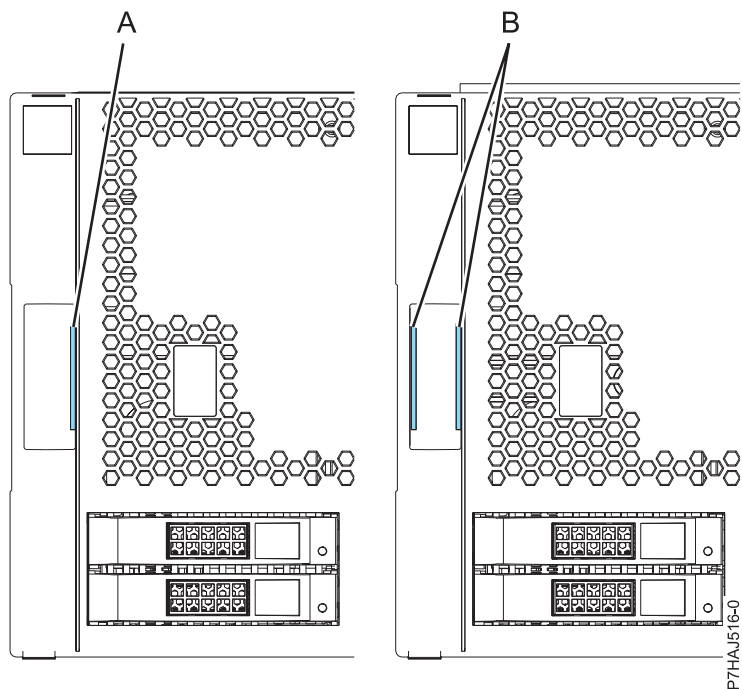

Figure 4. Identification des capots anciens et nouveaux
**Remarque :** Les anciens capots (expédiés avant le 1er mars 2011) sont reconnaissables à la bande bleue unique (A) située sur les taquets du capot. Les nouveaux capots possèdent deux bandes bleues (B). Voir figure 4.